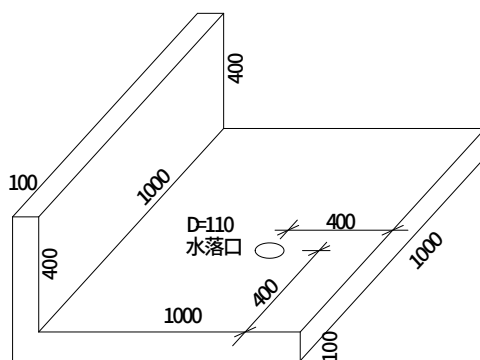

图 2 JS 聚合物水泥防水涂料模型
2. JS 防水涂料模型：模拟女儿墙节点，包括屋面平面、女儿墙立面、水平阴角、水落口，涂料防水操作模型（见图 2）。